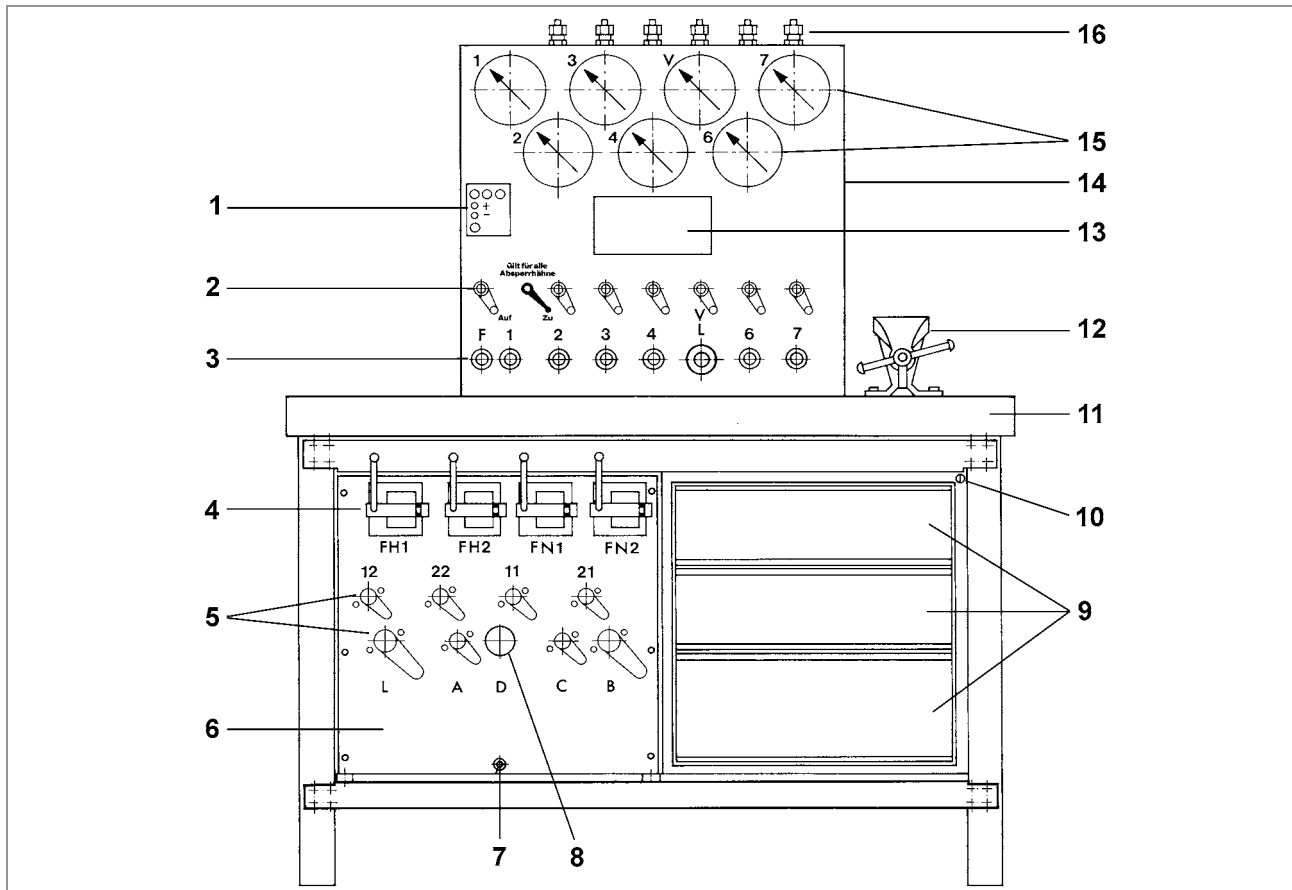

Abb. 1 Prüfstand-Bestandteile
- Damit Druckluft in den Niederdruckteil gelangt, stellen Sie das Druckminderventil D (↑ siehe Abb. 1, 8) ein.
Zum Prüfen von elektropneumatischen Brems- und Steuergeräten ist der Prüfstand mit einem Magnetprüfgerät (↑ siehe Abb. 1, 1) ausgerüstet. Es eignet sich für die Prüfung von Impuls- und Dauermagneten.
- Drücken Sie auf den Betätigungsknopf (↑ siehe Abb. 1, 7), um die beiden Entwässerungsventile zu betätigen.
- Drehen Sie die Verschlusskupplungen F bis 7 (↑ siehe Abb. 1, 3) aus der Verteilerleiste.